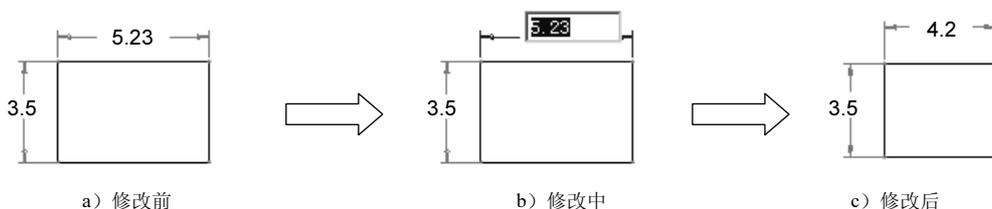

图 2.9.1 修改尺寸值
Step 3 在尺寸修正框 **5.23** 中输入新的尺寸值（图 2.9.1）后，按回车键完成修改，如图 2.9.1c 所示。